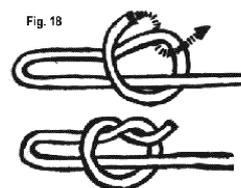

Fig. 18
- Outra forma é o chicote dar uma laçada em torno do seio (Fig.18).